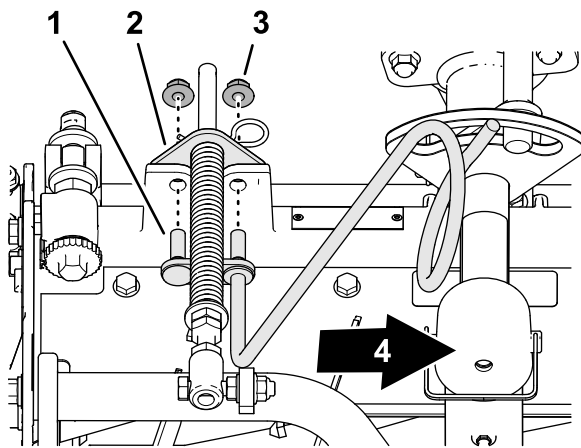

Bild 14
- Richten Sie die Bolzen der rechten Schlauchführung mit den Löchern im Rahmen des Mähwerks und der Halterung der Rasenkompensierung aus (Bild 14).